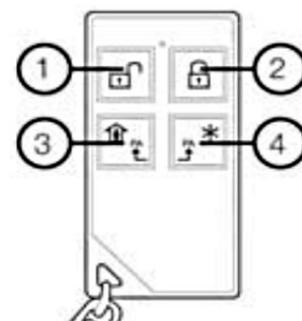

Figura 31. Botones del llaver0 FW2-RMT-8F
2. Llaver0 – en primer lugar eliminar el registro previo simultáneamente apretar la tecla ② y ③ (Figura 31). Para la registraci3n, apretar simultáneamente ③ y ④;